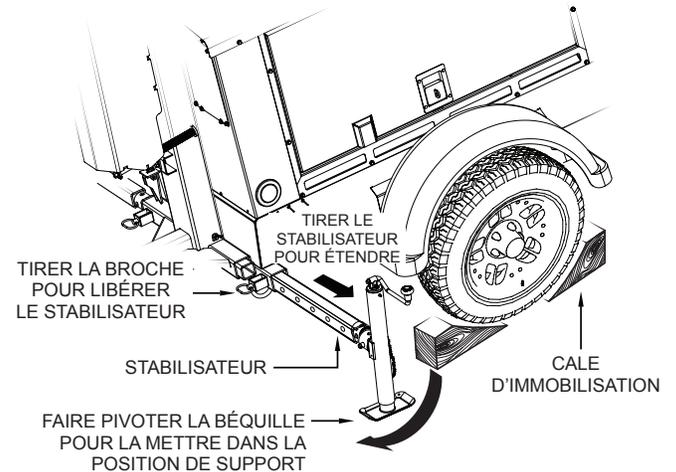

Figure 17. Déploiement des stabilisateurs
1. Mettre la tour d'éclairage sur un sol de niveau et sécuriser à l'aide de cales (Figure 17) sous chacune des roues pour prévenir la tour d'éclairage de glisser.
2. S'assurer que **tous** les stabilisateurs (Figure 17) sont étendus. Pour étendre les stabilisateurs, tirer la goupille de blocage sur le stabilisateur et la tenir tout en faisant sortir l'ensemble des stabilisateurs.